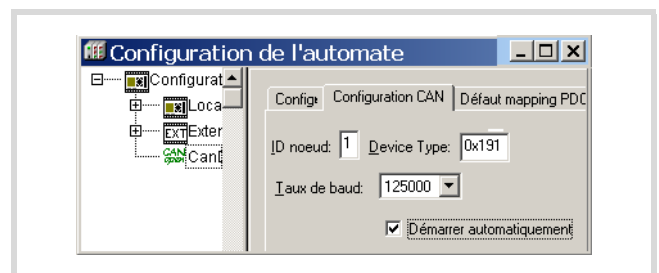

Figure 87 : Paramètres d'un appareil CAN
- un easyNet pour la communication de base : déterminez l'easyNet destiné à la communication de base ainsi que la vitesse de transmission du bus CAN dans le dossier "Réglages CAN", comme indiqué sur la figure 87.